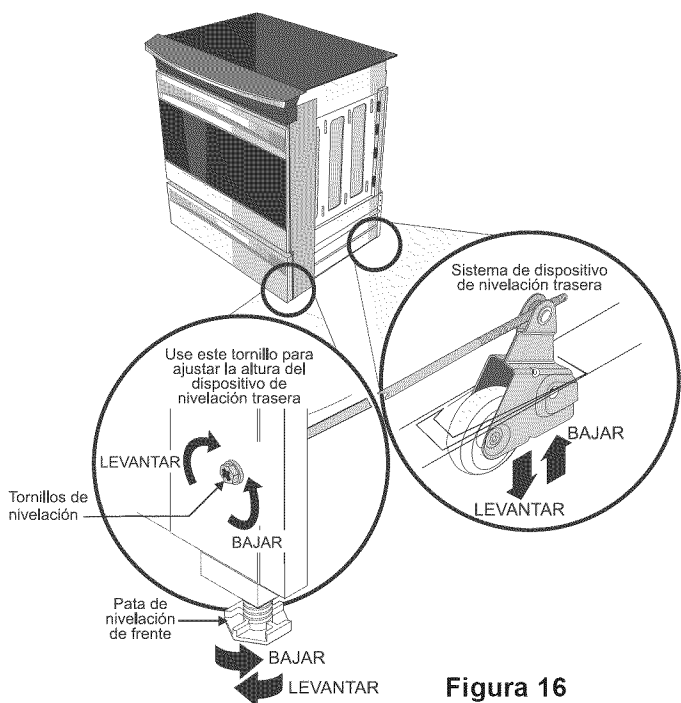

Figura 16
2. Baje el aparato, las patas y las ruedas de nivelación aleatoriamente, hasta que la parte baja de la superficie de cocción repose sobre el mostrador (figura 16).